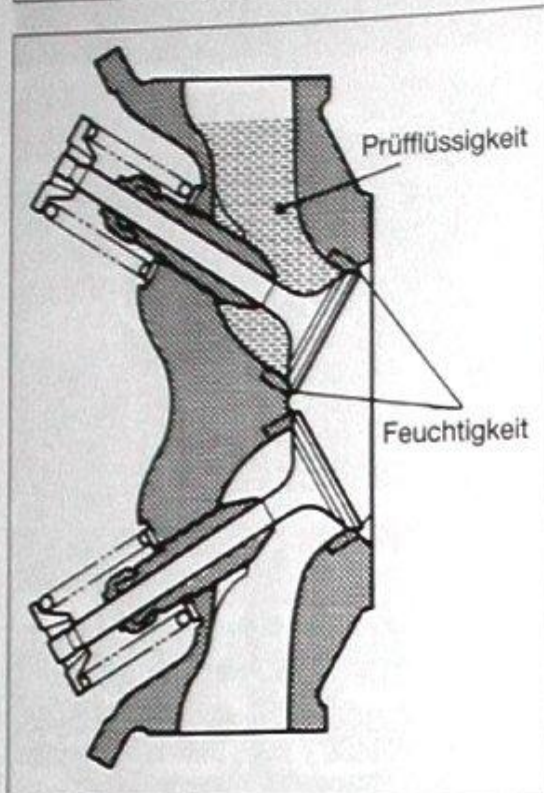

Bild 167
- Pleuellagerhöhe messen (Bild 167). Sollwerte und Verschleissgrenzen siehe Technische Daten.